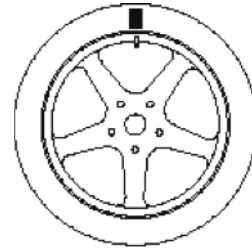

Figure F5.4. Marquage de la position de la valve
3. Positionner la valve à 12 heures et faire une marque sur le pneumatique au niveau de la valve, comme indiqué sur la figure F5.4.
8. Tourner la roue jusqu'à ce que toutes les LEDs soient allumées. Refaire une marque sur le pneu à 12 heures, comme indiqué sur la figure F5.4.